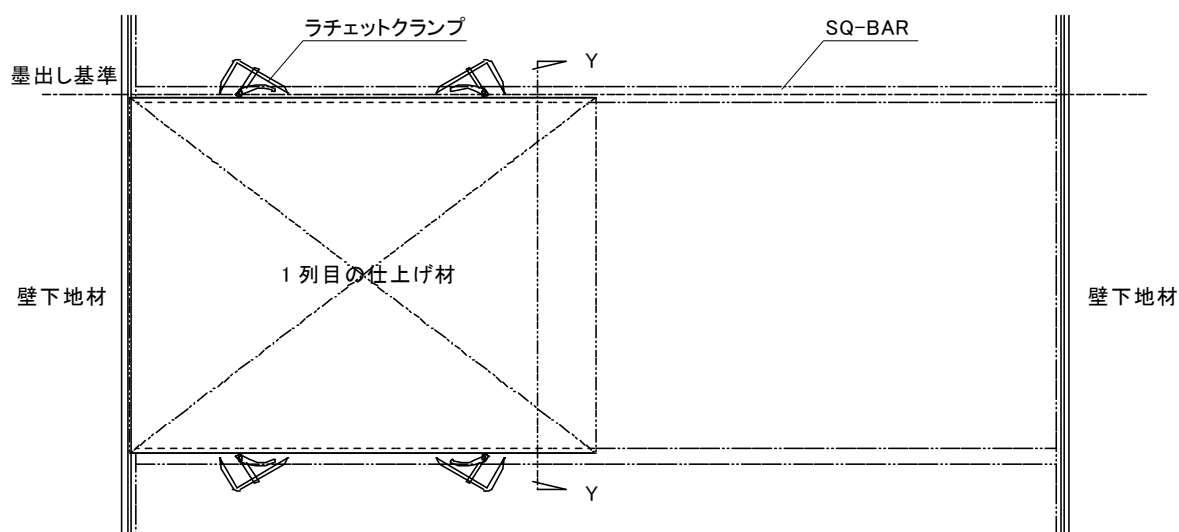

図 3-1-2 1 列目の仕上げ材の取付け(平面図)
- 1) 墨出した SQ-BAR を基準に 1 列目の仕上げ材の下地固定バーをラチェットクランプで仮に保持する。(図 3-1-2 参照)